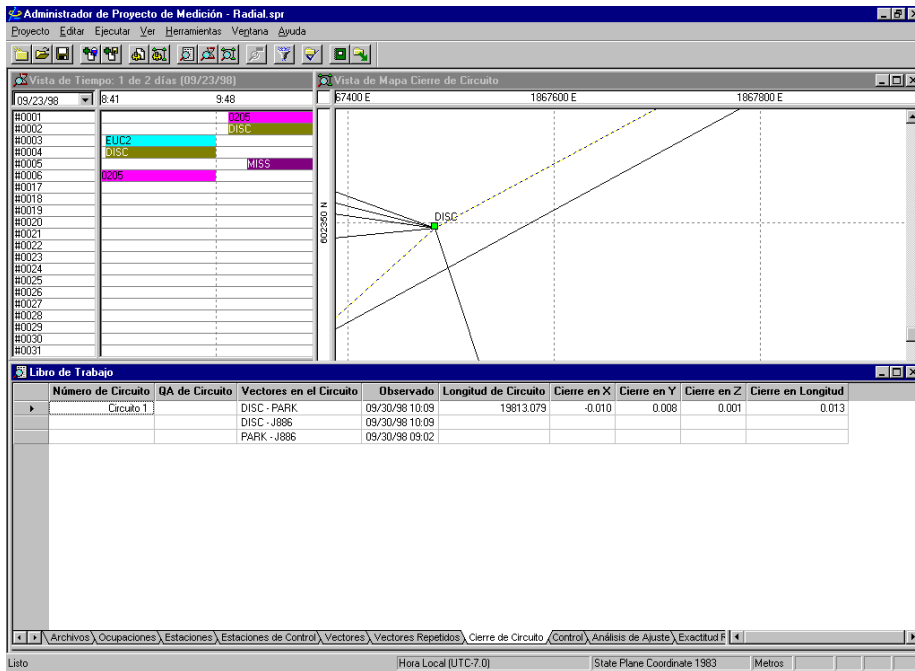

Figura 14.21. Visualizando un Error de Cierre de Circuito
7. Seleccione **Cierre de Circuito** en el menú **Libro de Trabajo** en el menú **Vista** para desplegar la información de cierre para el circuito (Figura 14.21).